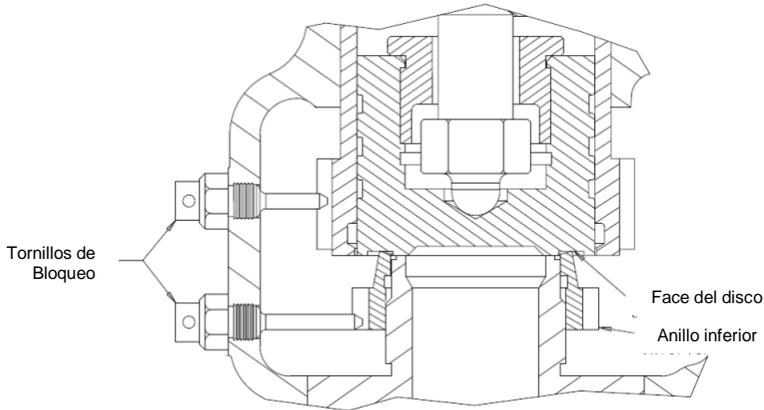

Figura 04
4. Mueva el anillo inferior (08) hacia arriba (en sentido antihorario) hasta que entre en contacto con la cara del disco (09) (Figura 04).
- 8.1.2** Observe la dimensión A, como se muestra en la Figura 04, esta información será necesaria para colocar el tornillo de ajuste (24) al volver a montar la válvula.